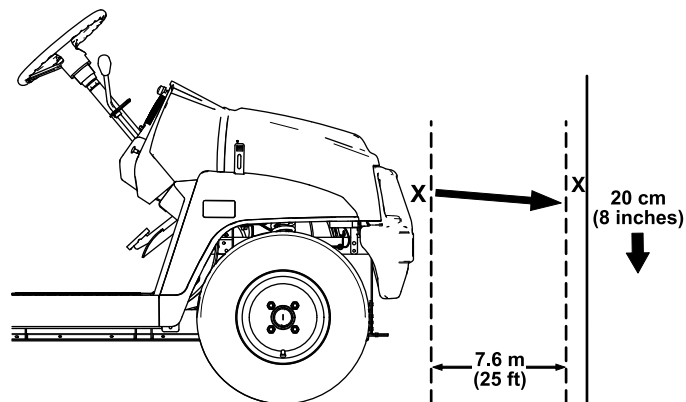

Figure 41
- Garez la machine sur une surface plane et horizontale, avec les phares à environ 7,6 m de distance d'un mur (Figure 41).
La partie la plus brillante du faisceau doit se trouver 20 cm en dessous du repère que vous avez tracé sur le mur (Figure 41).